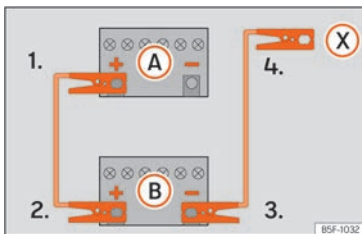

Abb. 161 Anschlusschema für Fahrzeuge ohne Start-Stopp-System.
2. Klemmen Sie ein Ende des roten Starthilfekabels an den Pluspol \oplus des Fahrzeugs mit der entladenen Fahrzeugbatterie (A).
3. Klemmen Sie das andere Ende des roten Starthilfekabels an den Pluspol \oplus des stromgebenden Fahrzeugs (B).
4. Fahrzeuge ohne Start-Stopp-System: Klemmen Sie ein Ende des schwarzen Starthilfekabels an den Minuspol \ominus des stromgebenden Fahrzeugs (B) »» (Abb. 161).